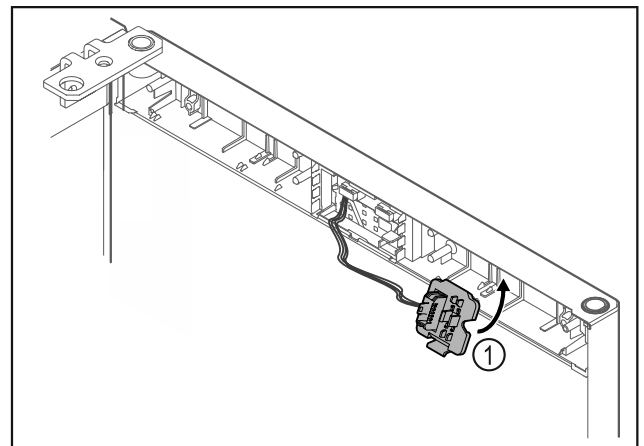

Fig. 24
- ▶ Držalo vtiča Fig. 24 (1) pritrдите na nasprotno stran.